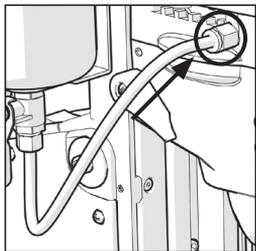

Abb. 3a
**Hinweis:** Um den Druckschlauch vom Schnellanschluss **(Abb.3a)** zu lösen, drücken Sie den Bund in Richtung der Messingverschraubung und ziehen Sie den Druckschlauch ab.